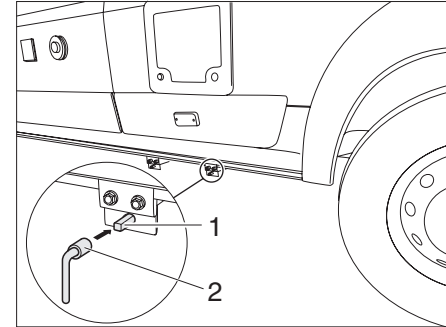

Bild 99 Handhavande avloppsventil
- ▶ Sätt nyckeln (Bild 99,2) mot fyrkanten (Bild 99,1).
- ▶ För att öppna avtappningskranen vrid fyrkanten (Bild 99,1) ett kvarts varv moturs.